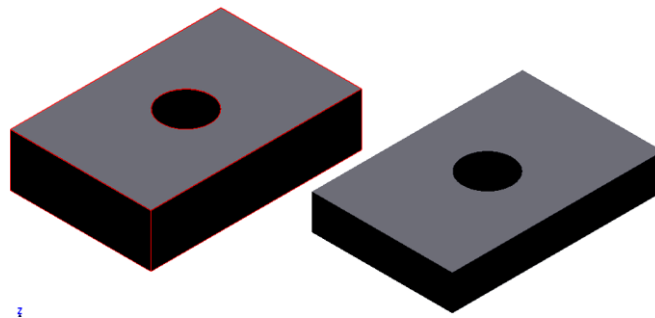

Рис. 3.39. Вставка второй детали
2. Для помещения второй детали в рабочую среду «Сборка» повторите те же действия, что и с первой пластиной. В качестве детали выберите «Пластина 2» и расположите ее рядом с первой (рис. 3.39).